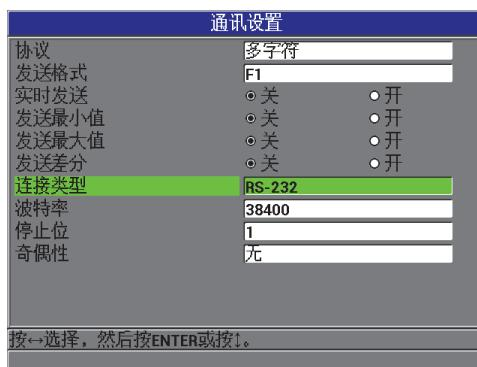

图 8-3 通讯设置屏幕 — RS-232
4. 在**通讯设置**屏幕上 (参见第 131 页的图 8-3), 将**连接类型**设置为**RS-232**, 以显示 RS-232 参数。